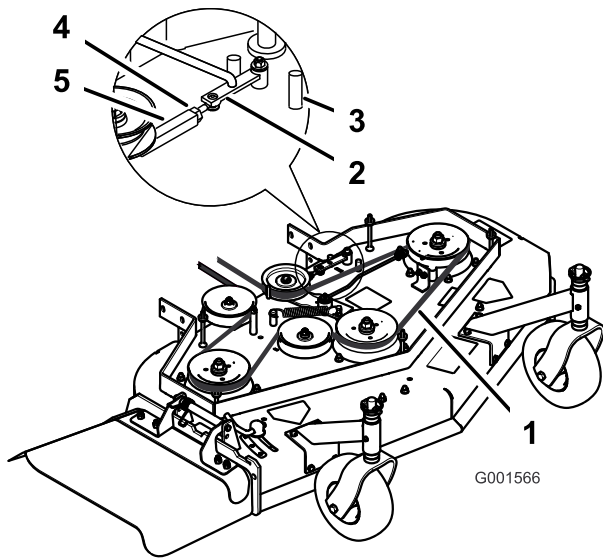

Figure 44
3. Desserrez le contre-écrou sur le tendeur (Figure 44).